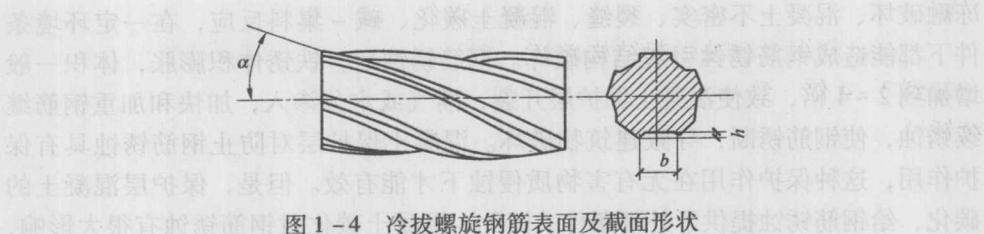

图 1-4 冷拔螺旋钢筋表面及截面形状
(6) 冷拔螺旋钢筋。冷拔螺旋钢筋是热轧圆盘条经冷拔后在表面形成连续螺旋槽的钢筋。冷拔螺旋钢筋的外形如图1-4所示。该钢筋具有强度适中、握裹力强、塑性好、成本低等优点，可用于钢筋混凝土构件中的受力钢筋，以节约钢材；用于预应力空心板可提高延性，改善构件使用性能。
(7) 钢绞线。钢绞线是由沿一根中心钢丝成螺旋形绕在一起的公称直径相